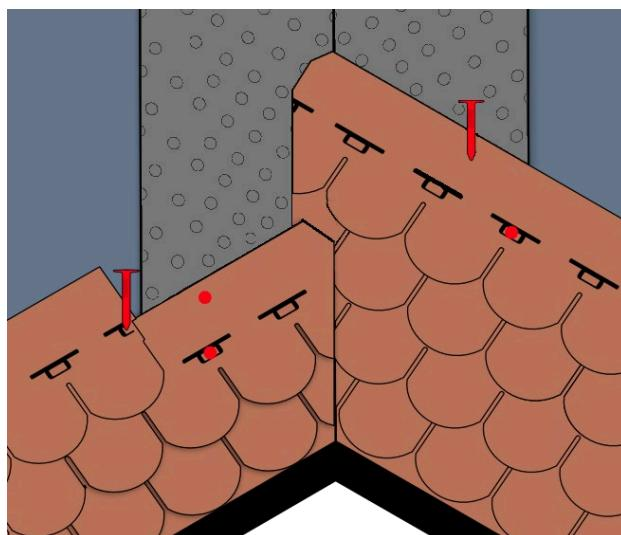

Fig. 13 – Posa tegole sul compluvio
- Una volta completata la prima falda per l'intera lunghezza del compluvio, passare alla falda adiacente. Iniziare la posa delle tegole dalla fila di partenza e proseguire per file successive. L'ultima tegola di ogni fila dovrà arrivare almeno fino all'asse di compluvio - Fig. 13. Chiodare le tegole fino a 40 cm dall'asse del compluvio e applicarle a fiamma in corrispondenza della membrana bituminosa. Completata la posa delle tegole anche per la seconda falda, tracciare l'asse del compluvio. Procedere quindi al taglio delle tegole della seconda falda seguendo la linea di compluvio - Fig. 13.